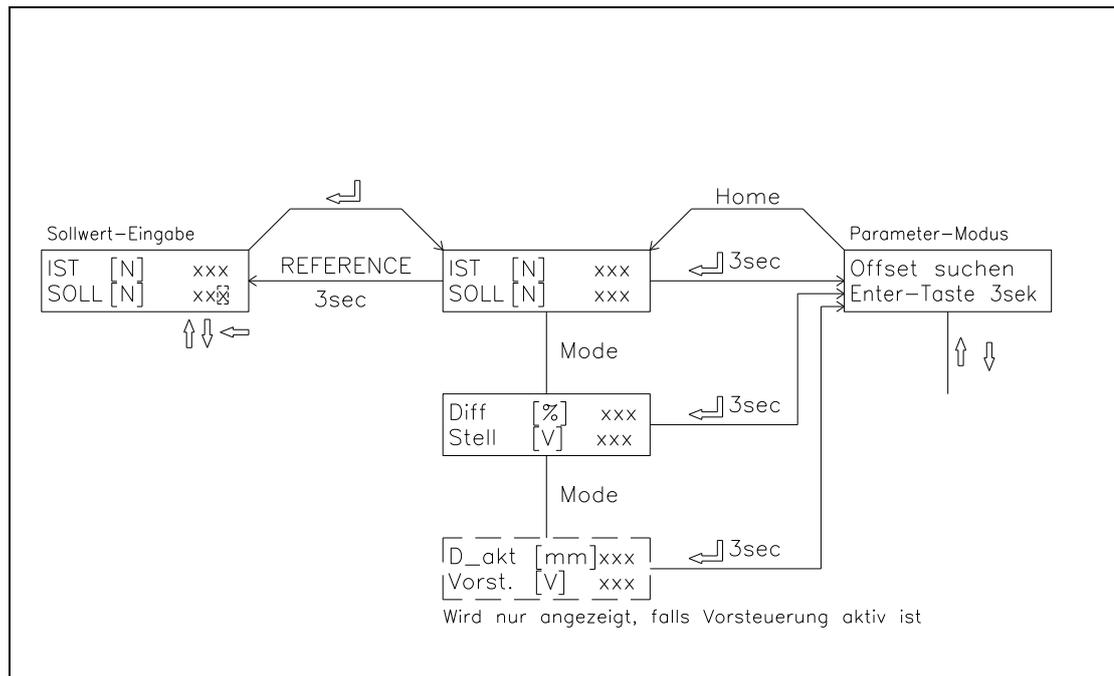

Bild 12
- ◆ In der Hauptbedienebene Taste „REFERENCE“ für 3 Sekunden drücken (siehe Bild 12). Neuen Sollwert über die Tastatur eingeben. Der Änderungsmodus wird beendet und der neue Sollwert im EEPROM gespeichert durch Drücken der Taste \blacktriangleright . (Wird der Änderungsmodus mit der Taste „HOME“ beendet, wird der neue Sollwert nur ins RAM übernommen und geht beim Ausschalten der Betriebsspannung oder Ändern eines Parameters verloren.)